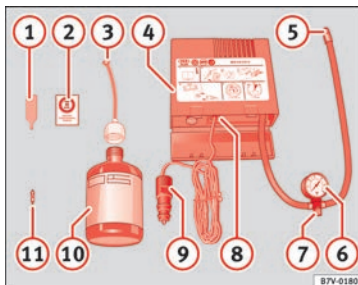

Fig. 67 Representación estándar: contenido del kit antipinchazos.
- Desenrosque la caperuza y el obús de la válvula del neumático. Utilice el aparato » **fig. 67 1** para extraer el obús. Colóquelo en una superficie limpia.
- Agite con fuerza la botella de sellante de neumáticos » **fig. 67 10**.
- Enrosque el tubo de inflado » **fig. 67 3** en la botella de sellante. El precinto de la botella se romperá automáticamente.
- Retire el tapón del tubo de llenado » **fig. 67 3** y enrosque el extremo abierto del tubo en la válvula del neumático.
- Vuelva a colocar el obús con el aparato » **fig. 67 1** en la válvula del neumático.
- Enrosque el tubo de inflado del neumático del compresor » **fig. 67 5** en la válvula del neumático.
- Compruebe que el tornillo de evacuación de aire está cerrado » **fig. 67 7**.
- Acople el conector » **fig. 67 9** a toma de corriente de 12 voltios del vehículo » **pág. 160**.
- Conecte el compresor de aire con conmutador ON/OFF » **fig. 67 8**.